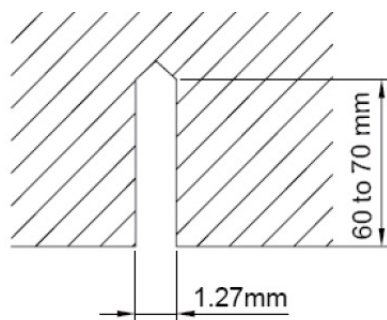

Fig.7
- (2). Montera bultarna i taket på en plats tillräckligt stark för att hänga enheten. Markera bultarnas positioner från installationsmallen. Använd en betongborr och borra 4st 12.7 mm (1/2") hål. (Fig 7)